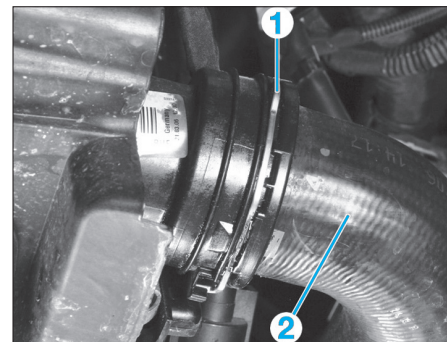

Fig. 24
- l'agrafe (1) de la durit inférieure (2) du radiateur de refroidissement (Fig.24).